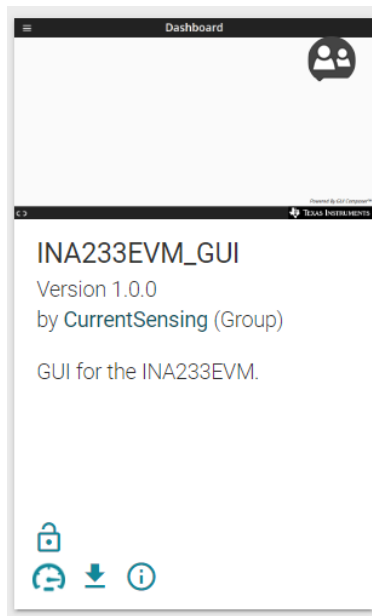

图 3-4. GUI Composer 应用程序
3. 打开 **GUI Composer** 应用程序，以从网络浏览器启动 GUI（请参阅图 3-4）。
4. 若要下载 GUI 以供离线使用，请点击 GUI Composer 应用程序中的  图标，然后按照提示操作（请参阅图 3-4）。